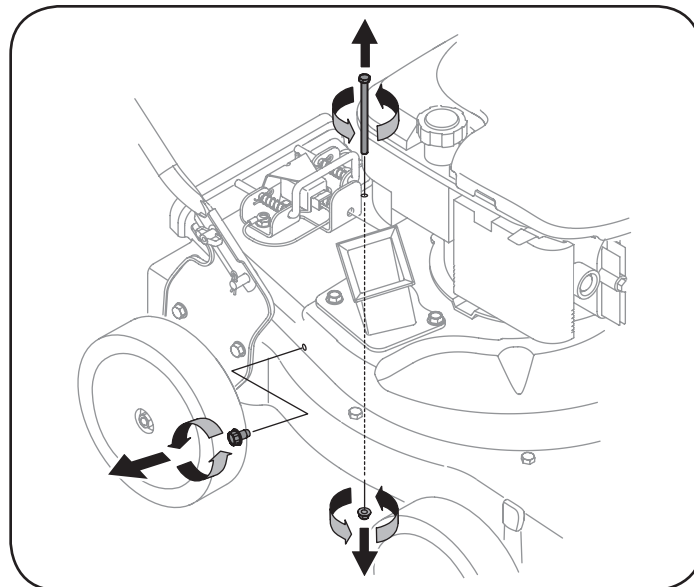

Figura 16
4. Saque el tornillo autosellante del lado derecho de la unidad que se une a la pantalla de desgranado. Vea la figura 16.
5. Saque el tornillo de cabeza hexagonal de la parte superior de la caja posterior cerca del soporte de montaje, y la tuerca de seguridad de la brida que une la pantalla de desgranado. Vea la figura 16.